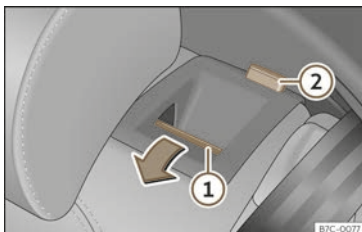

Abb. 99 Rückstuhl: Rückstuhllehne vorklappen.
- Entriegelungstaste >>> (Abb. 99) ① nach vorn drücken und gleichzeitig die Rückenlehne umklappen. Die Rückstuhllehne ist entriegelt, wenn die rote Markierung des Tasters ② sichtbar ist.